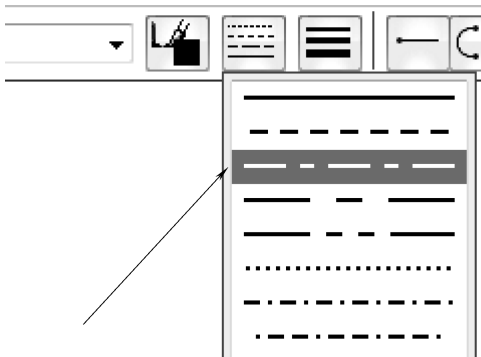

图 6-83 选择“点画圆”
(3) 单击【绘制草图】选项卡【绘图】区域下的 $\bigcirc$ 【圆】按钮下的【中心和点画圆】，在弹出的菜单栏中的直径(D): 【直径】中填入值 140mm，在 【线型】中选择【点画线】选项，如图 6-83 所示。